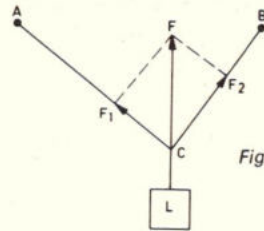

Fig. 16.
Fig. 16. Gestabiliseerde voedingen voor de afstemspanning en de overige circuits, behalve de stuur/eindversterkers, die een ongestabiliseerde spanning krijgen toegevoerd via een aparte trafowikkeling.
De 39 V wisselspanning wordt door de diode GL931 gelijkgericht en door TS940, TS941 en 942 op de normale wijze gestabiliseerd, fig. 16. De zenerdiode D938 vergroet de constantheid bij temperatuurvariaties. De gebruikelijke referentiespanning komt in dit geval uit het IC in de FM-MF-versterker. Bij ingeschakelde AFC komt deze uit de demodulator. De afstemspanning wordt nu bijgeregeld, tot de referentiespanning 5,8 V bedraagt (midden demodulatorflank). Bij uitgeschakelde AFC wordt een vaste referentiespanning van 5,8 V toegevoerd. Deze spanning wordt eveneens uit het FM-MF IC betrokken. De uitgangsimpedantie van de referentiespanningsbronnen is hoog. Om een te grote belasting te vermijden is tussen het IC en de eigenlijke stabilisatieschakeling TS943 als emittervolger opgenomen.
A. 2. De beide kabels oefenen tezamen een verticale kracht F uit van $50\text{ kg} = 500\text{ N}$ (zie fig. 16). Deze kracht ontbinden wij in twee krachten, F_1 en F_2 , in de richtingen van de kabels.